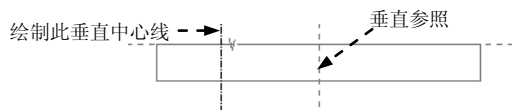

图 5.2.52 绘制垂直中心线
③ 绘制、标注截面。
a) 绘制一条图 5.2.52 所示的垂直中心线。
说明: 由于基础特征的拉伸类型是“对称”拉伸, 在绘制图 5.2.52 所示的垂直中心线时, 可以直接画在图 5.2.52 所示的垂直参照 (RIGHT 基准平面) 上, 系统会自动捕捉并添加重合约束。